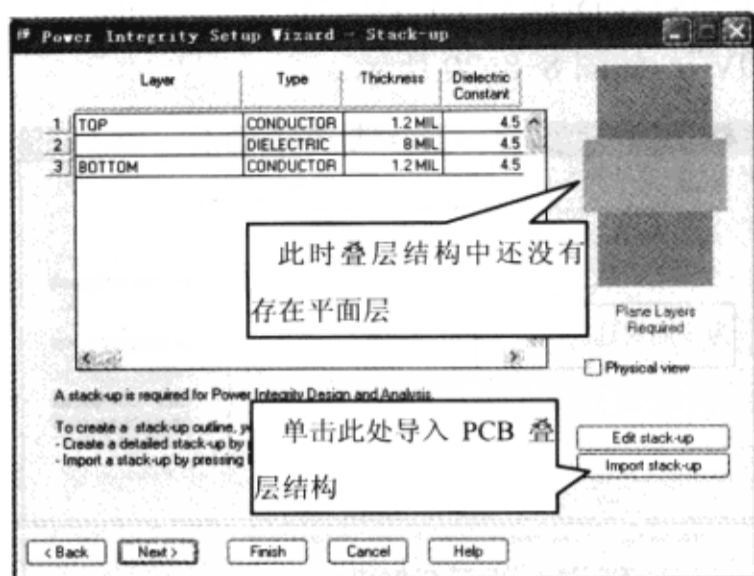

图 8-8-15 PCB 叠层结构设置窗口
(1) 在“Power Integrity Setup Wizard-Board Outline”对话框中单击“Next”按钮, 弹出“Power Integrity Setup Wizard-Stack-up”对话框, 如图 8-8-15 所示。在这个对话框中, 将从另一个 PCB 设计当中导入一个已存在的 PCB 叠层结构。